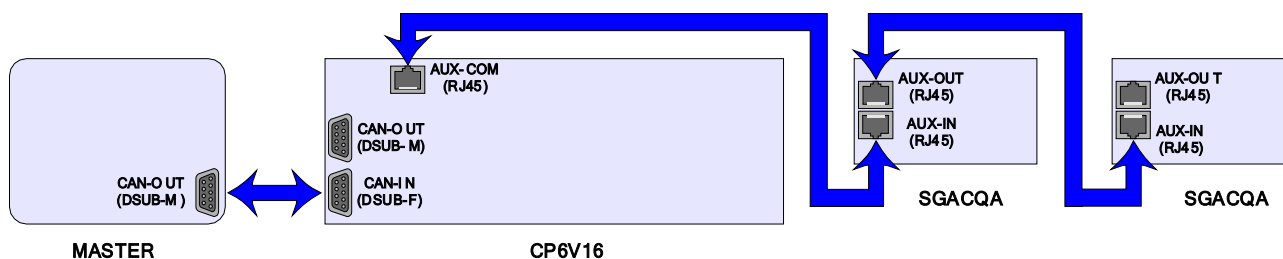

Fig. D.1 Pesatrice lineare
- **pesatrice lineare**, in cui la periferica CP6V16 alimenta fino a due moduli di espansione (Fig. D.1)